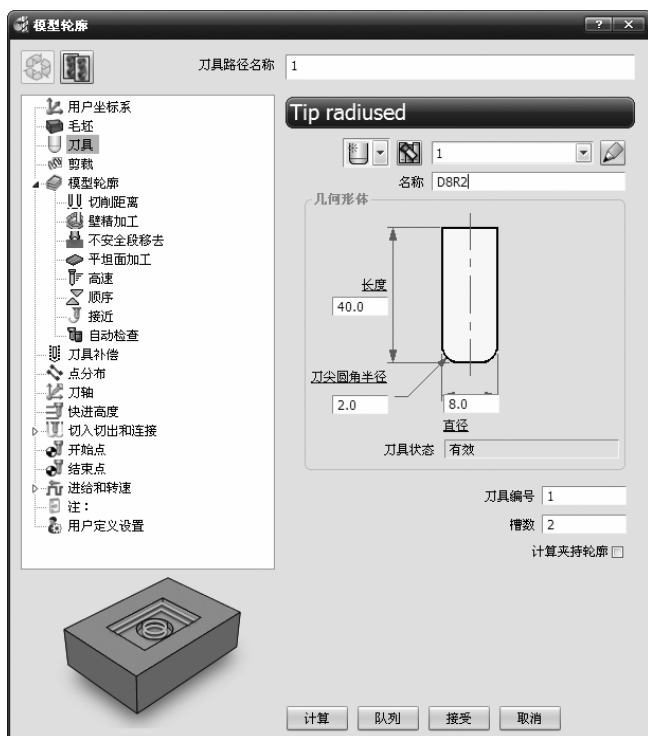

图 2-72 “模型轮廓”对话框
6) 单击主工具栏上的“刀具路径策略”按钮, 弹出“策略选取器”对话框，单击“三维区域清除”选项卡，选中“模型轮廓”选项，单击“接受”按钮，弹出“模型轮廓”对话框，如图 2-72 所示。